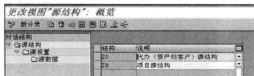

图 5-141 更改视图源结构
STEP 1 在命令栏输入 SPRO 命令，通过菜单选择“控制→内部订单→实际过账→结算→维护源结构”选项，弹出“更改视图源结构：概览”界面，如图 5-141 所示。在此界面中，可以看到右边栏目中显示了当前系统中已存在的源结构，从中可以选择某条源结构或者单击“新分录”按钮创建新的源结构。